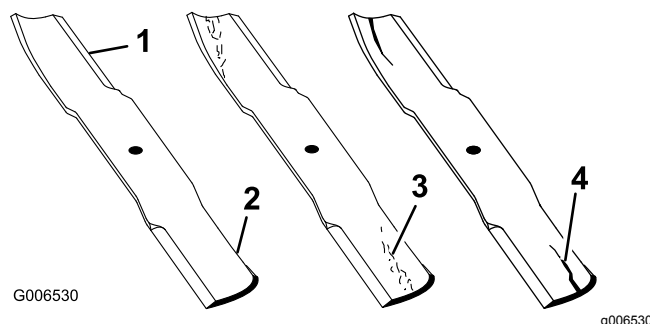

Figure 60
1. Examinez le tranchant des lames (Figure 60).
4. Remplacez immédiatement toute lame fendue, usée ou qui présente une entaille (Figure 60).